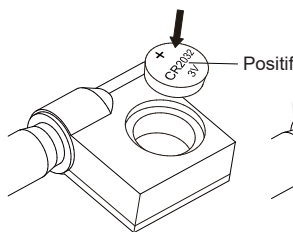

fig.2
---Mettez la batterie CR2032 dans la maison de batterie, le côté positif de la batterie (+) devrait faire face (fig.2).